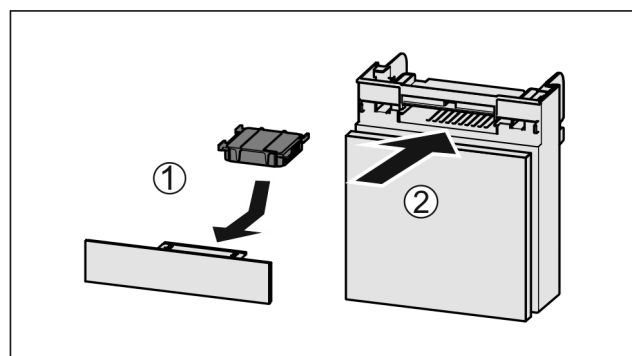

Fig. 91
- ▶ Introduceți Fig. 91 (1) filtrul de cărbune activ după cum se vede în figură.
- ▶ Împingeți Fig. 91 (2) compartimentul în interior.